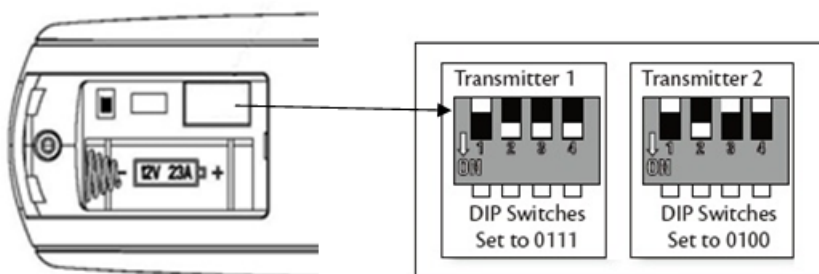

Abb. 11
- Verändern Sie die Position der DIP-Schalter innerhalb der Sendevorrichtung 1, damit sich diese von der in Sendevorrichtung 2 unterscheidet. Abb. 11
- Verändern Sie die Position der DIP-Schalter der Fernbedienung 2, sodass sie sich von den Positionen in Fernbedienung 1 unterscheiden. Abb. 11